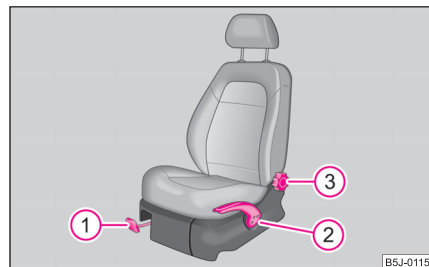

Fig. 48 Elemente de comandă pe scaun
- Se trage maneta ① ⇒ fig. 48 în sus și se deplasează scaunul în poziția dorită.
- Se eliberează maneta ① și se deplasează scaunul mai departe, până când se blochează. ▶